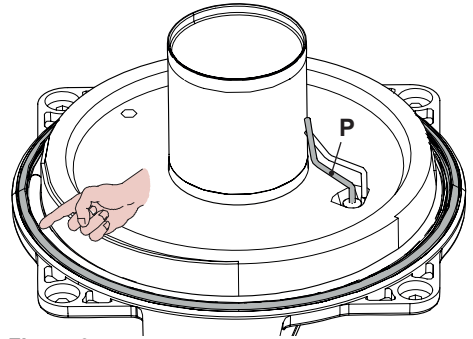
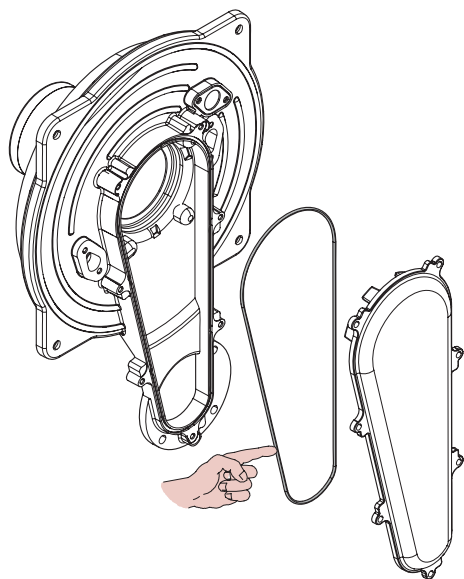

Figura 9.7
Figura 9.8
- La guarnizione in silicone della parete frontale della camera di combustione Figura 9.7 e la guarnizione del coperchio condotto aria/gas (Figura 9.8) devono essere cambiate se deteriorate e comunque devono essere obbligatoriamente sostituite ogni 2 anni.
- L'elettrodo di accensione/rilevazione **P** in Figura 9.7 funge anche da sensore per il corretto scarico della condensa. Se tale elettrodo viene a contatto con acqua di condensa presente all'interno della camera di combustione manda in blocco di sicurezza la caldaia. Pertanto se si trova la coibentazione bagnata o deteriorata provvedere alla sostituzione.